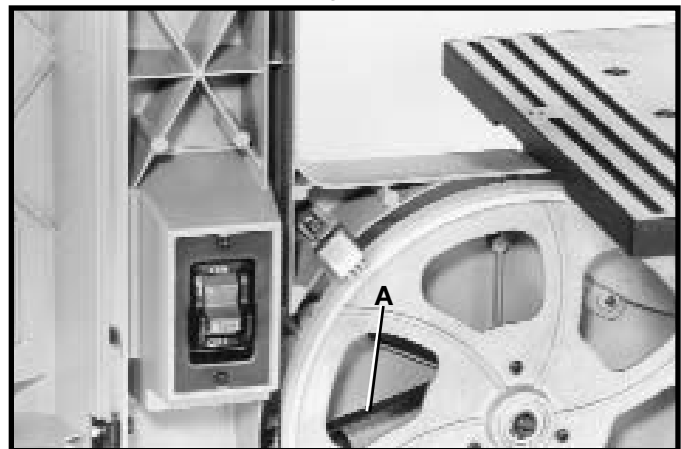
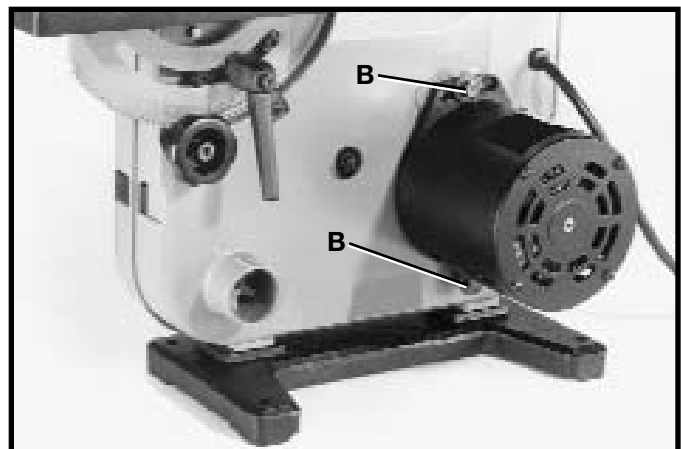

Fig. 29
Fig. 30
La courroie (A) fig. 29, entraîne la poulie de la roue de lame de la poulie du moteur. La courroie (A) à une bonne tension lorsqu'il y a une déviation d'environ 1/4 po (6,3 mm) de la portée centrale de la courroie (A) utilisant une légère pression du doigt. Si la tension de la courroie doit être réglée desserrer les deux vis (B) fig. 30, et tourner le moteur en conséquence. Resserre les vis (B) à la fin du réglage.